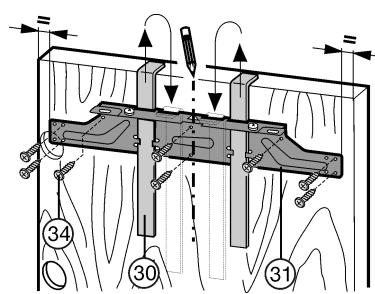

Fig. 20
- ▶ Bevestigingsdwarsstrip Fig. 20 (31) met de montagehulpstukken Fig. 20 (30) aan de binnenkant van de kastdeur hangen.
- ▶ Bevestigingsdwarsstrip Fig. 20 (31) centrisch uitlijnen: korte middenlijn op de kastdeur aangeven en daar overeen pijlpunt van de dwarsstrip aanbrengen.
- ▶ Bevestigingsdwarsstrip Fig. 20 (31) met ten minste 6 schroeven Fig. 20 (34) vastdraaien.
- ▶ Bevestigingsdwarsstrip Fig. 20 (31) met 4 schroeven Fig. 20 (34) aan de rand vastdraaien.
- ▶ Trek de montagehulpstukken Fig. 20 (30) naar boven eruit en schuif ze gedraaid in de ernaast gelegen opnameopeningen.